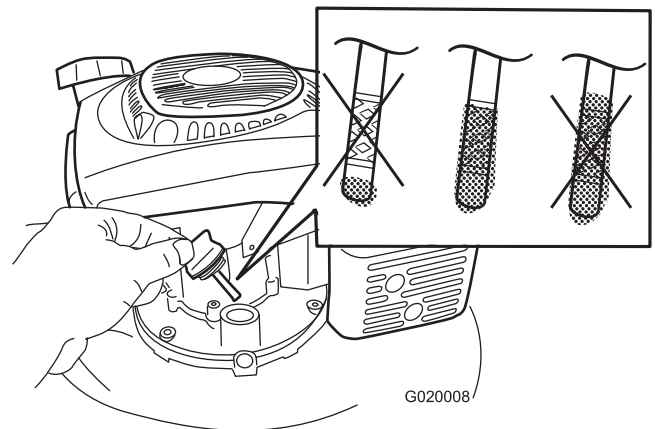

Figura 18
4. Vierta aceite **lentamente** por el tubo de llenado hasta que el nivel de aceite llegue a la marca de Lleno de la varilla (Figura 18). **No llene demasiado.** (Capacidad máxima: 0,65 L (22 onzas), tipo: aceite detergente 10W-30 o SAE 30, con clasificación de servicio API SJ o superior.)